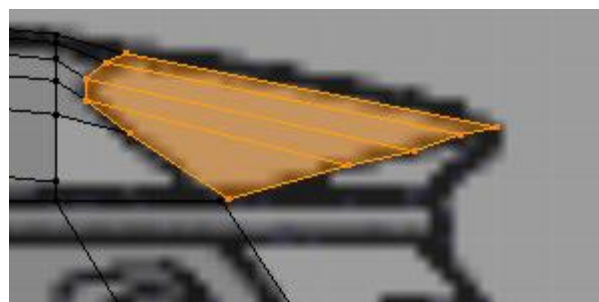

Figura 4.71
10. Na janela Right Ortho, adapte os novos vértices às linhas de referência da imagem, **[G]>[Z]**, figura 4.71.